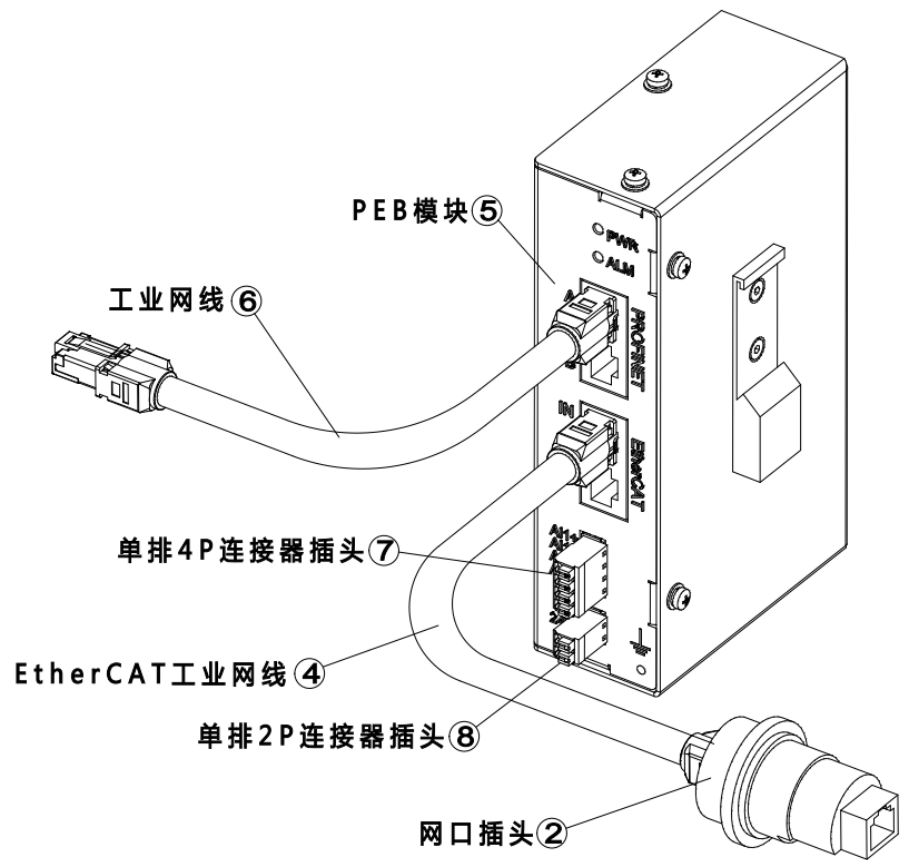

图 16-13 连接 PEB 模块接口示意图
步骤4. 将④EtherCat 工业网线一端接在柜体的网口插上，另一端接在⑤PEB 模块的 EtherCAT/IN 接口上；将⑥工业网线一端接在⑤PEB 模块的 PROFINET/A 接口上，另一端接在用户自己的 PLC 模块上，参考图 16-13。